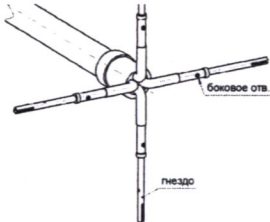

Рисунок 6
- 2.3 Вставить защищенную жилу провода в отверстие хвостовика контакта (штырь или гнездо) до упора (рисунок 6). Визуально контролировать правильность вставления жилы через боковое отверстие хвостовика - она должна быть видна. Все проволоочки токопроводящих жилы должны быть вставлены в отверстие хвостовика контакта, не допускается наличие торчащих проволочек токопроводящей жилы провода.